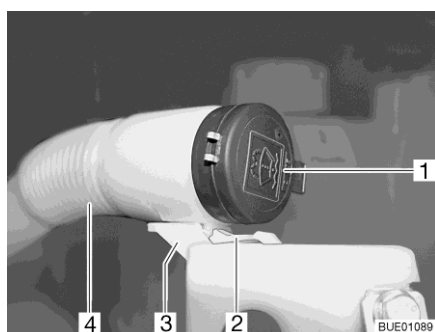

Fig. 54 Bocchettone di riempimento del contenitore dell'acqua di lavaggio
- Premere il nasello (Fig. 54,2) verso il basso e tenerlo premuto.
- Tirare il tubo flessibile (Fig. 54,4) in avanti dal supporto (Fig. 54,3).
- Rimuovere il coperchio (Fig. 54,1) del bocchettone di riempimento del contenitore dell'acqua di lavaggio.